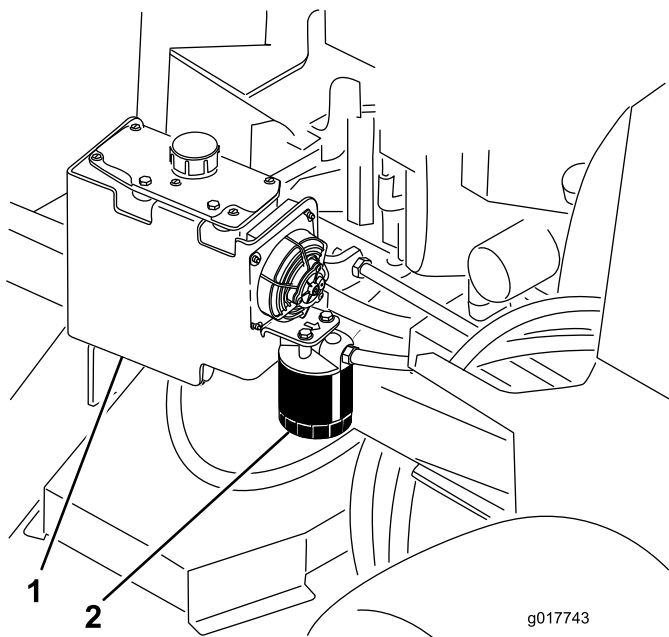

Figura 82
3. Localice el filtro y coloque un recipiente debajo del filtro (Figura 82).